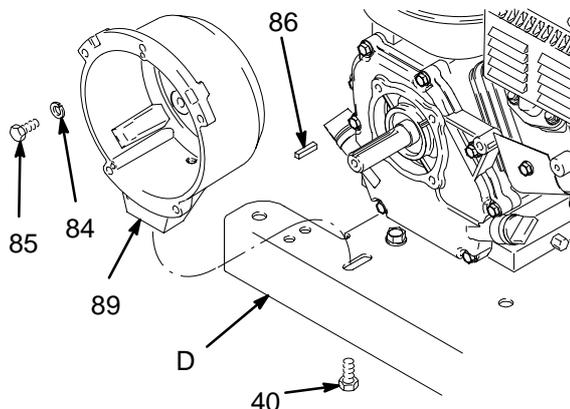

Fig. 11
1. Fig. 11. Retire el tornillo de cabeza (40) situado debajo de la placa de montaje (D).
2. Saque la chaveta del motor (86).
3. Retire los cuatro tornillos de cabeza (85), las arandelas de seguridad (84) y el cárter del embrague (89) del motor.